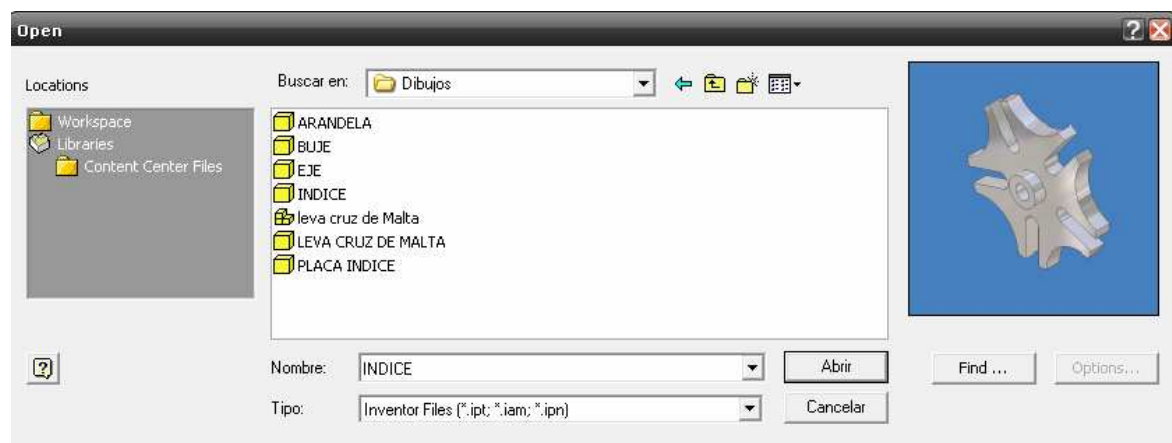

Figura 4.28 Localización y apertura del diseño.
- 2.-Un cuadro de dialogo surgirá en la pantalla, en el cual se le pedirá que busque su archivo de la pieza dibujada, para ello seleccione la pestaña FILE (archivo) y localice su diseño, figura 4.28.